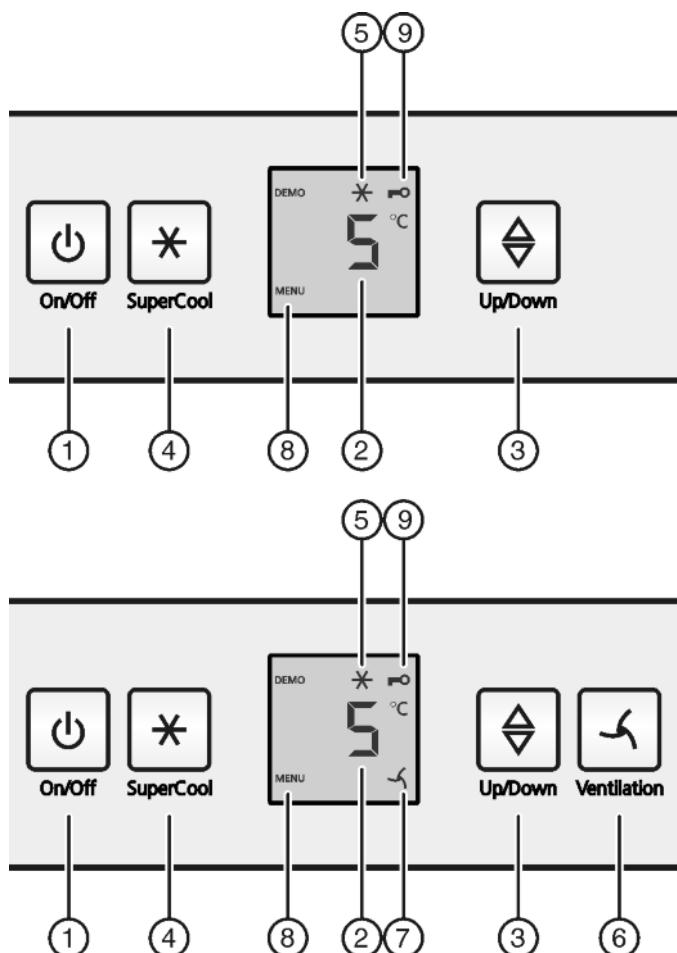

Fig. 2
- Натисніть клавішу On/Off. Fig. 2 (1).
- натисніть кнопку «SuperCool» Fig. 2 (4) і утримуйте її приблизно 5 секунд.
- На індикаторі відображається символ «Меню» Fig. 2 (8).
- Для підтвердження натисніть і відпустіть кнопку «SuperCool» Fig. 2 (4).
- На індикаторі світиться символ «Захист» Fig. 2 (9).
- Натисніть і відпустіть клавішу «On/Off». Fig. 2 (1).
натисніть кнопку настройки Fig. 2 (3).
► Зміна значення температури на 1 °C: натисніть кнопку настройки Fig. 2 (3), доки на індикаторі температури не висвітиться потрібна температура.
- натисніть і швидко відпустіть клавішу SuperCool Fig. 2 (4).
► Світиться символ SuperCool Fig. 2 (5).
► Вимикається символ SuperCool Fig. 2 (5).
- Натисніть і швидко відпустіть клавішу "Вентилятор" Fig. 2 (6).
► Світиться символ "Вентилятор" Fig. 2 (7).